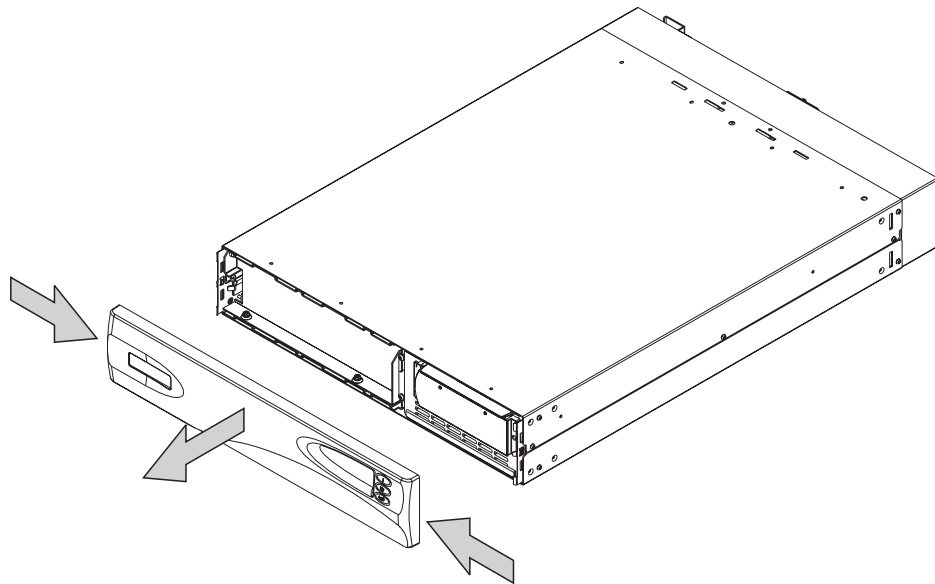

図 172. 2145 UPS のフロント・パネルの取り外し
3. サイドを内側に押して両端を手前に引きながらフロント・パネルを取り外します。図 172 を参照してください。